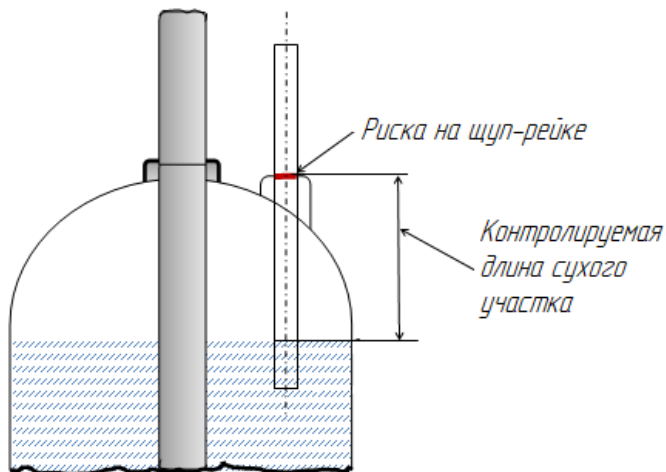

Рисунок 4 – Схема замера уровня ОТВ
5.8.7 Замерить фактический уровень ОТВ в корпусе, для чего в заливную горловину на корпусе поместить мерную шуп-рейку. В качестве шупа использовать стержень (пруток) диаметром не более 10 мм, с нанесенной риской (см. рис. 4). Расстояние от риски до конца стержня, погружаемого в корпус модуля, должно быть не менее 300 мм. Совместить риску на стержне с краем горловины. Замерить длину сухого участка шупа до риски. Результат должен находиться в пределах от 10 до 20 см.